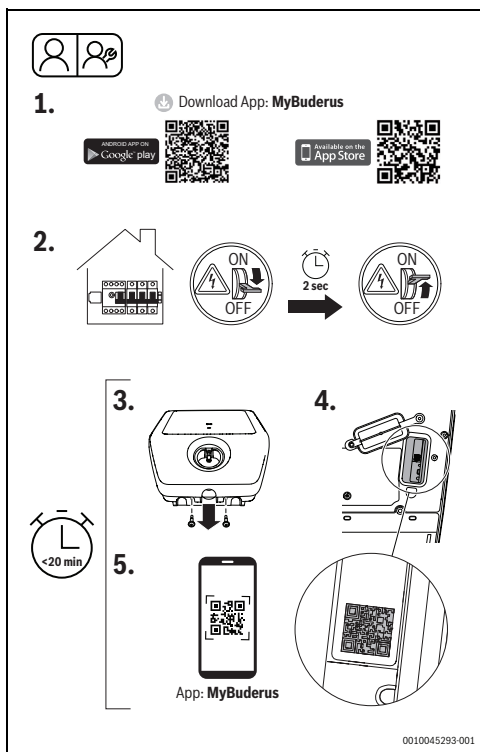

Fig. 187 MyBuderus
- ▶ Oprii Logavolt de pe tabloul de distribuție de la alimentarea cu energie electrică și, după aproximativ două secunde, porniți-l, pagina din nou (Fig. 187, pagina 179, pasul [2]).
- ▶ Desfaceți cele două șuruburi de pe capacul frontal (Fig. 187, pasul [3])